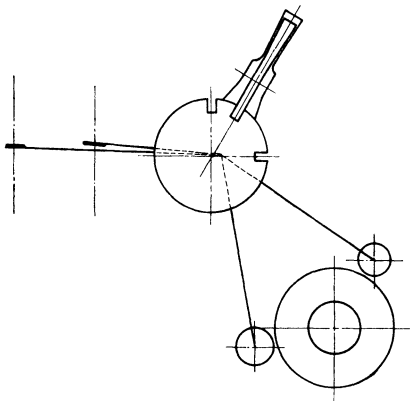
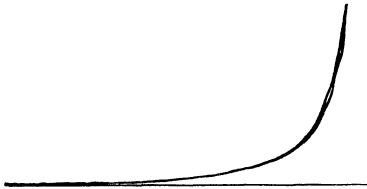

Fig. 43.
Fig. 45.
**Abstellen.** Das Abstellen der Maschine geschieht in nachstehender Reihenfolge (Fig. 43):
Für die Messung des Kompressionsenddruckes sind Kompressionsdiagramme aufzunehmen. Zur Aufnahme derartiger Diagramme schaltet man die Zündung durch Stellung des exzentrischen Schalthebels des Brennstoffventiles in die Mittellage zwischen Betriebs- und Auslaßstellung aus (Fig. 43); gleichzeitig wird die Brennstoffpumpe ausgeschaltet. In diesem Zustande wird ein Diagramm bei noch möglichst voller Umlaufzahl aufgenommen. Fig. 45 zeigt ein Kompressionsdiagramm: Die obere Linie ist die Kompressionslinie, die untere die Expansionslinie. Der